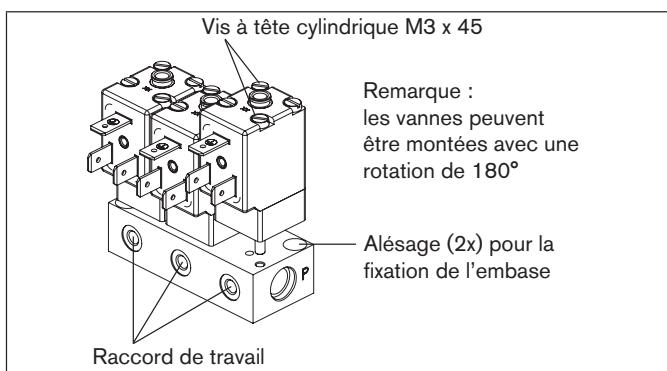

Fig. 3 : Montage de l'embase
- Fixer les électrovannes sur l'embase avec la vis à tête cylindrique M3 x 45 (voir « Fig. 3 » ; couple de serrage maximal : 1 Nm).